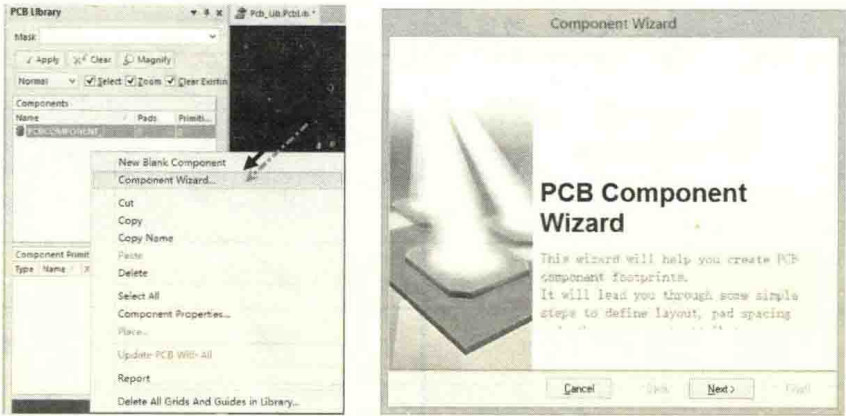

图 5-4 执行向导命令
(1) 在工作面板的 Components 栏中单击鼠标右键，选择执行向导命令“Component Wizard...”，出现元件向导，如图 5-4 所示。